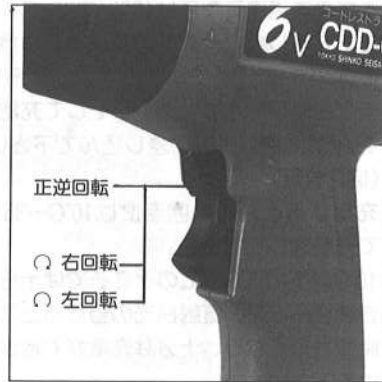

図4
- ④正逆切替スイッチを切り替えるときは最後まで移動させて下さい。途中で止めますと正常に作動しません。(図4参照)